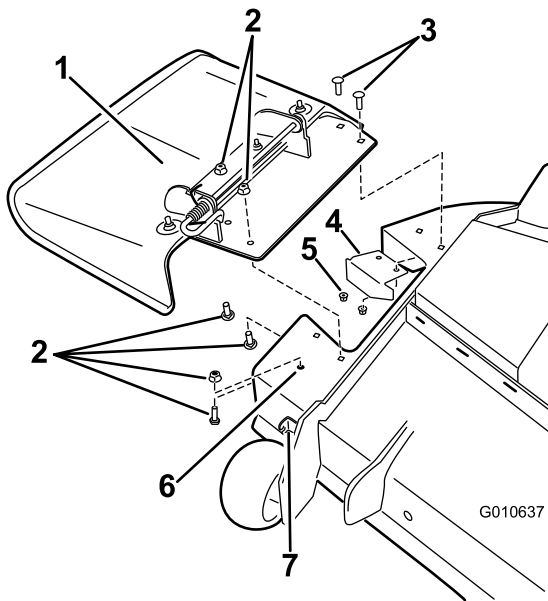

Bild 5
1. Entfernen Sie die Befestigungen, mit denen das Ablenkblech und das vorhandene Versatzablenkblech am Mähwerk befestigt ist (Bild 5). Bewahren Sie alle Befestigungen auf.